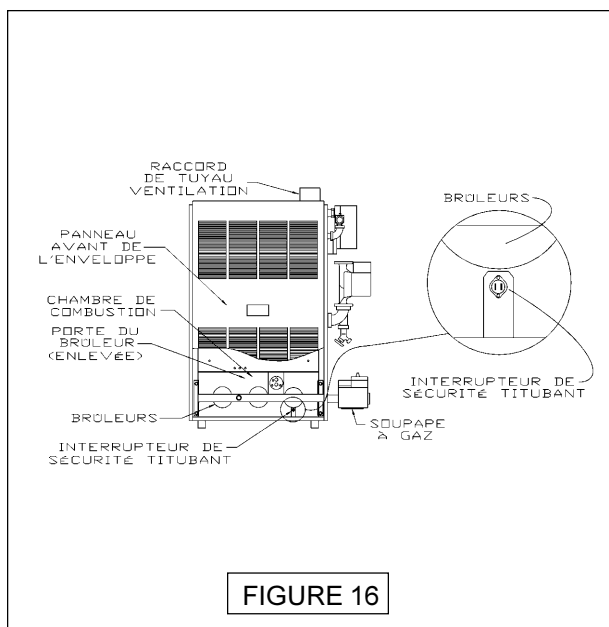

FIGURE 16
- C. Enlever le panneau du dessus de l'enveloppe. Voir la figure 16 ci-dessus.
- F. Enlever le collecteur de fumée et l'évent du boîtier en fonte de la chaudière en desserrant les boulons de retenue situés de chaque côté du collecteur. Voir la figure 16 ci-dessus.